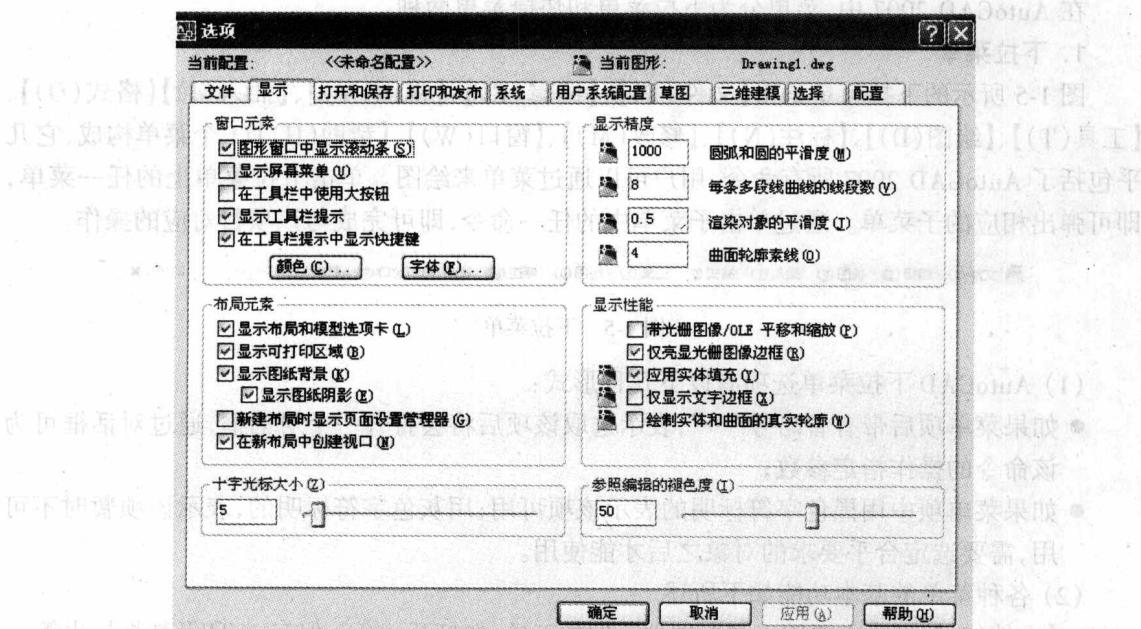

图1-3 【选项】对话框
(1) 选择下拉菜单【工具】|【选项】命令,打开【选项】对话框,如图1-3所示,单击【显示】选项卡。
也可以选择是否显示工具栏提示。图 1-3 所示【选项】对话框，在【显示工具栏提示】前设定复选框就行。建议读者最好选择此项，尤其是初级读者，因为工具栏上的命令太多，容易混淆，有提示的话，可以保证绘图的效率和准确。只需把鼠标移到工具栏上的任意一个图标，稍微停留一下，在鼠标箭头的尾部就会显示图标的功能。